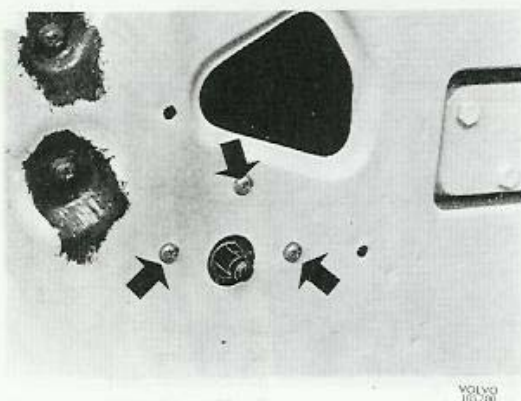

Bild 20. Skruvar för avståndskontroll
3. Skruva ur de tre skruvarna för avståndskontrollen (bild 20) och ta ur denna ur dörren.